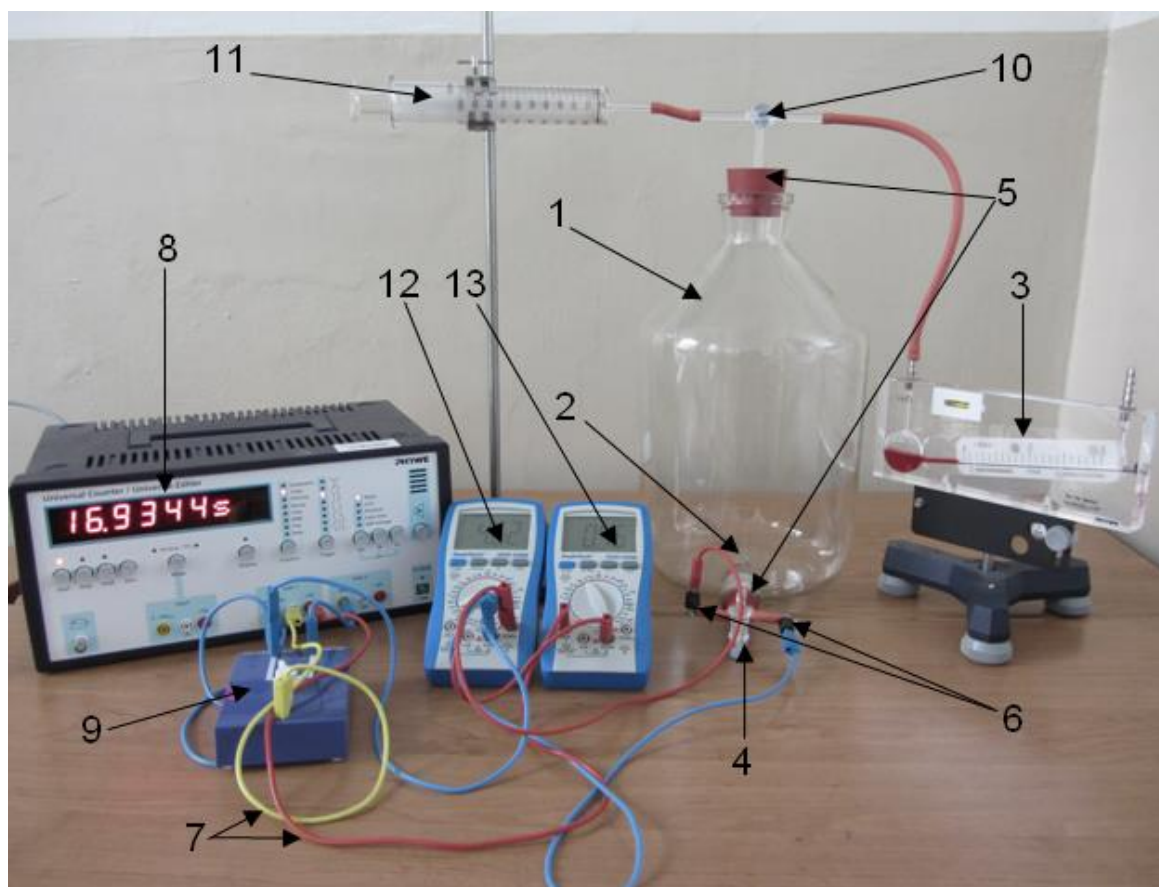

Рис. 1. Установки для измерения теплоемкостей воздуха:
Экспериментальная установка для измерения C_V и C_P показана на рис.1. Тепло сообщается газу, находящемуся в стеклянном сосуде (1), электрическим нагревателем (2), включаемым на короткое время. Увеличение температуры газа при изохорических условиях приводит к росту давления, которое измеряется манометром (3). При изобарических условиях увеличение температуры приводит к увеличению объёма газа, которое определяется с помощью газового шприца (11) с поршнем. Молярная теплоёмкость C_V и C_P вычисляется по изменению давления и объёма, соответственно. Отверстие в нижней части сосуда на рис. 1 закрыто резиновой пробкой (5), через которую проходят электроды нагревателя (6) и одноходовой кран (4). Провода (7) соединяют нагреватель с источником питания на выходе измерительного прибора (таймера) (8), который определяет время нагрева газа. В горловину сосуда вставлена резиновая пробка с трёхходовым краном (10). Для измерения давления окружающей среды к установке прилагается стандартный цифровой барометр (не показан на рисунке). Напряжение и ток через нагреватель определяются цифровым вольтметром (12) и цифровым амперметром (13).
При определении C_V по формуле (23) используется постоянная методики a , которая вычисляется следующим способом. Индикаторная трубка в манометре (3), который заполнен бензолом, на рис. 1, a имеет радиус $r = 2$ мм. Длина столбика бензола изменяется на 1 см при изменении давления на величину $p = 14,8$ Па. Поэтому соответствующее изменение объёма можно записать как $\Delta V = a \cdot \Delta p$, где $a = \pi \cdot r^2 \left(\frac{1}{14,7} \frac{\text{см}}{\text{Па}} \right) = 8,55 \cdot 10^{-3} \frac{\text{см}^3}{\text{Па}}$
1.1. Подсоединить манометр (3) к трёхходовому крану (10) с помощью резиновой трубки (рис. 1). Манометр должен быть расположен горизонтально, а столбик жидкости – на отметке 0.
2.1. Заменить манометр на газовый шприц 11, который подсоединяются к сосуду через трёхходовой кран (10), как показано на рис. 1.